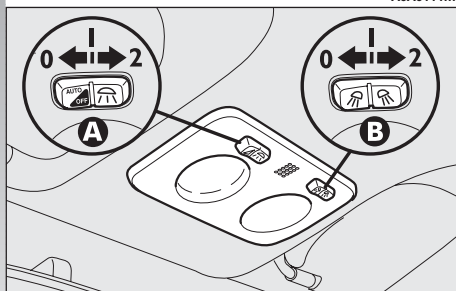

fig. 110
**PLAFONNIER AVANT (fig. 110)**